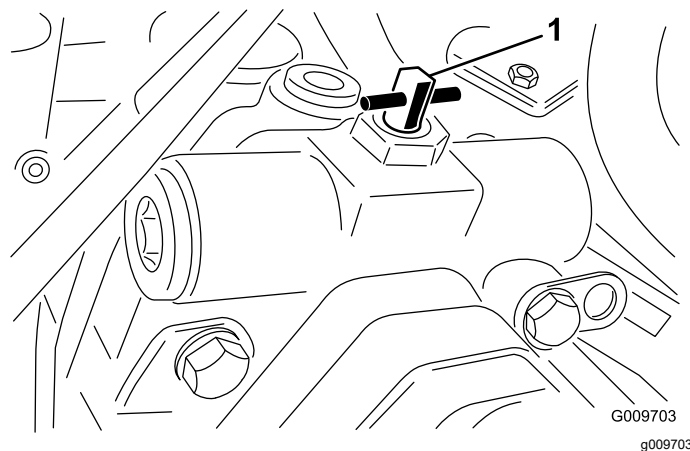

Figura 102
6. Închideți supapa de bypass pentru tractare rotind-o înapoi 90° (un sfert de tură), înainte de a porni motorul. (Figura 102).